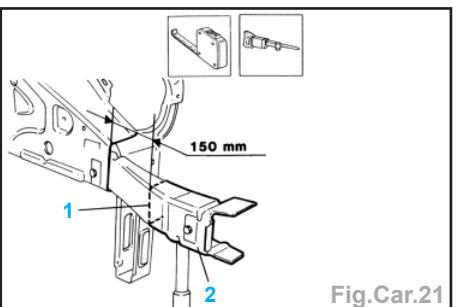

Fig.Car.21
- Faire sauter les points de soudure (2) avec une fraiseuse.
- Déposer le renfort externe (3) de son logement.
- Découper le renfort interne à la scie pneumatique en respectant la cote fournie (1) (Fig.Car.21).